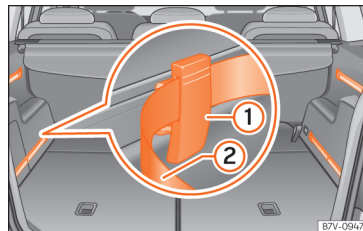

Abb. 146 Im Gepäckraum: Schienensystem mit verschiebbaren Fixierelementen ① und verstellbarem Spanngurt ②.
- Fixierelement mit den Rillen nach oben »» Abb. 146 ① von oben in die Schiene einsetzen und unten andrücken.